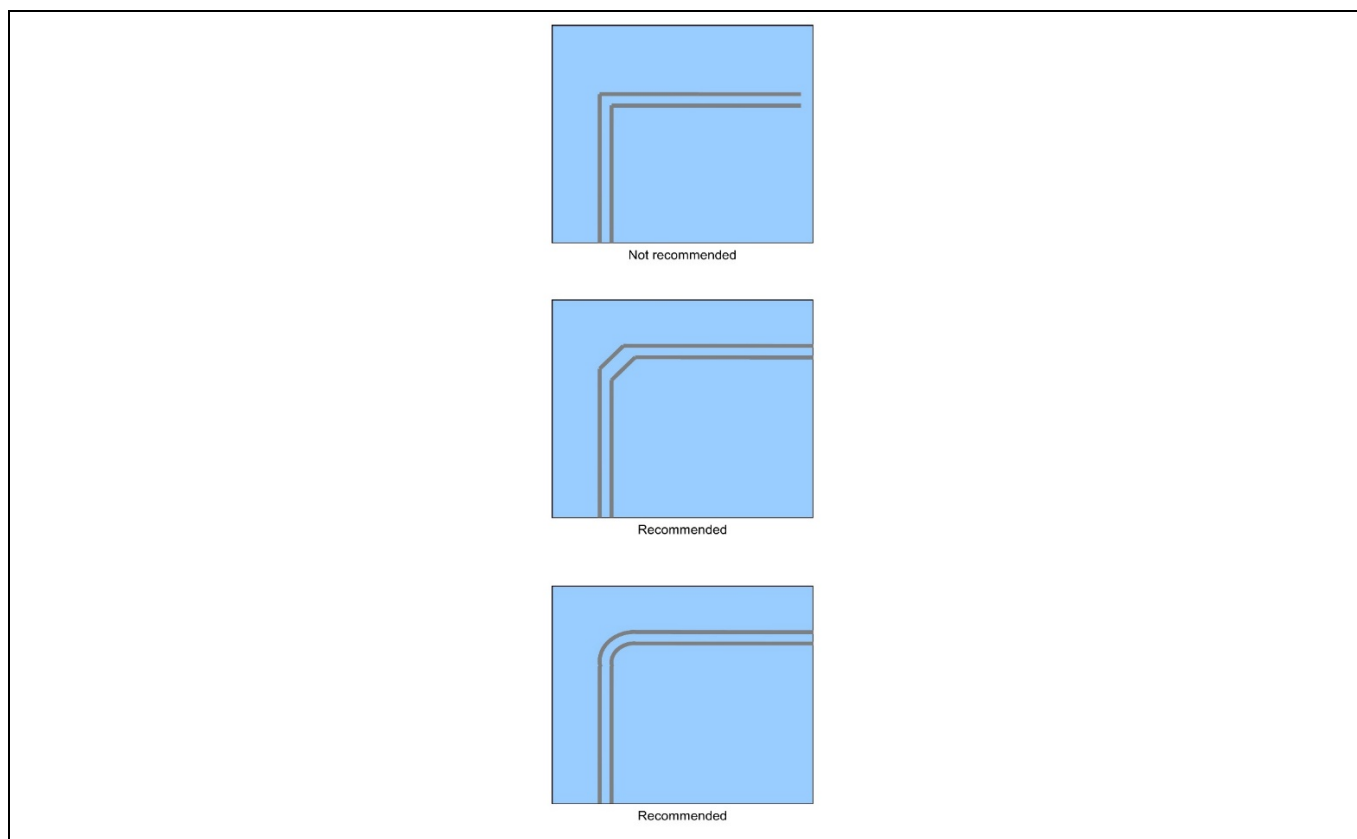

Figure 21 USB 信号の曲げ
- SuperSpeed/HS USB 信号線では、できるだけ曲げを少なくしてください。90 度の曲げは使用しないでください。必要な場合は、45 度または丸みを帯びた (湾曲した) 曲げを使用してください。Figure 21 を参照してください。
- 差動 SS ペアの配線長は 0.12mm (5mil) 以内に抑える必要があります。ハイスピード D+ と D- 信号の配線長は 1.25mm (20mil) 以内に抑える必要があります。デバイスの近くではなく、常に USB レセプタクルの近くで SuperSpeed USB/HS 信号配線の長さを (Figure 21 に示すようなループの配置により) 調整します。この図に、レセプタクルの近くのマッチおよびミスマッチ端を示します。ミスマッチ端の長さは常に調整してください。SuperSpeed 信号の長さマッチングの例です。Figure 22 を参照してください。